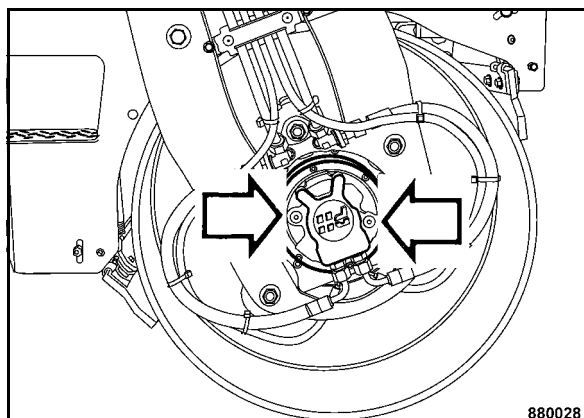

Fig. 78
- Serrare il tappo (Fig. 78) (20 Nm).